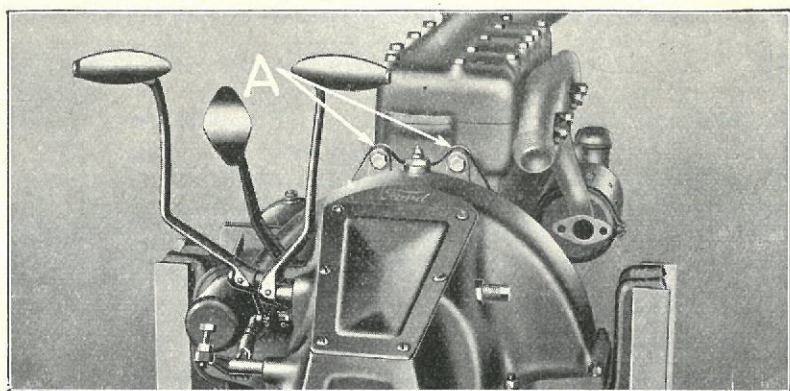

Fig. 552
- 1213** Det ny Transmissionsdæksel er forsynet med et Par Lapper eller Ører øverst paa Dækslet, og bag disse er anbragt Staal-mellemlæg, som vist ved »A« paa Fig. 552. Disse Lapper er fastskruet til Blokken, medens Mellemlæggene er indsat mellem Ørerne og Cylinderblokken for at sikre nøjagtig Opretning af Universalledskugleskaalen.